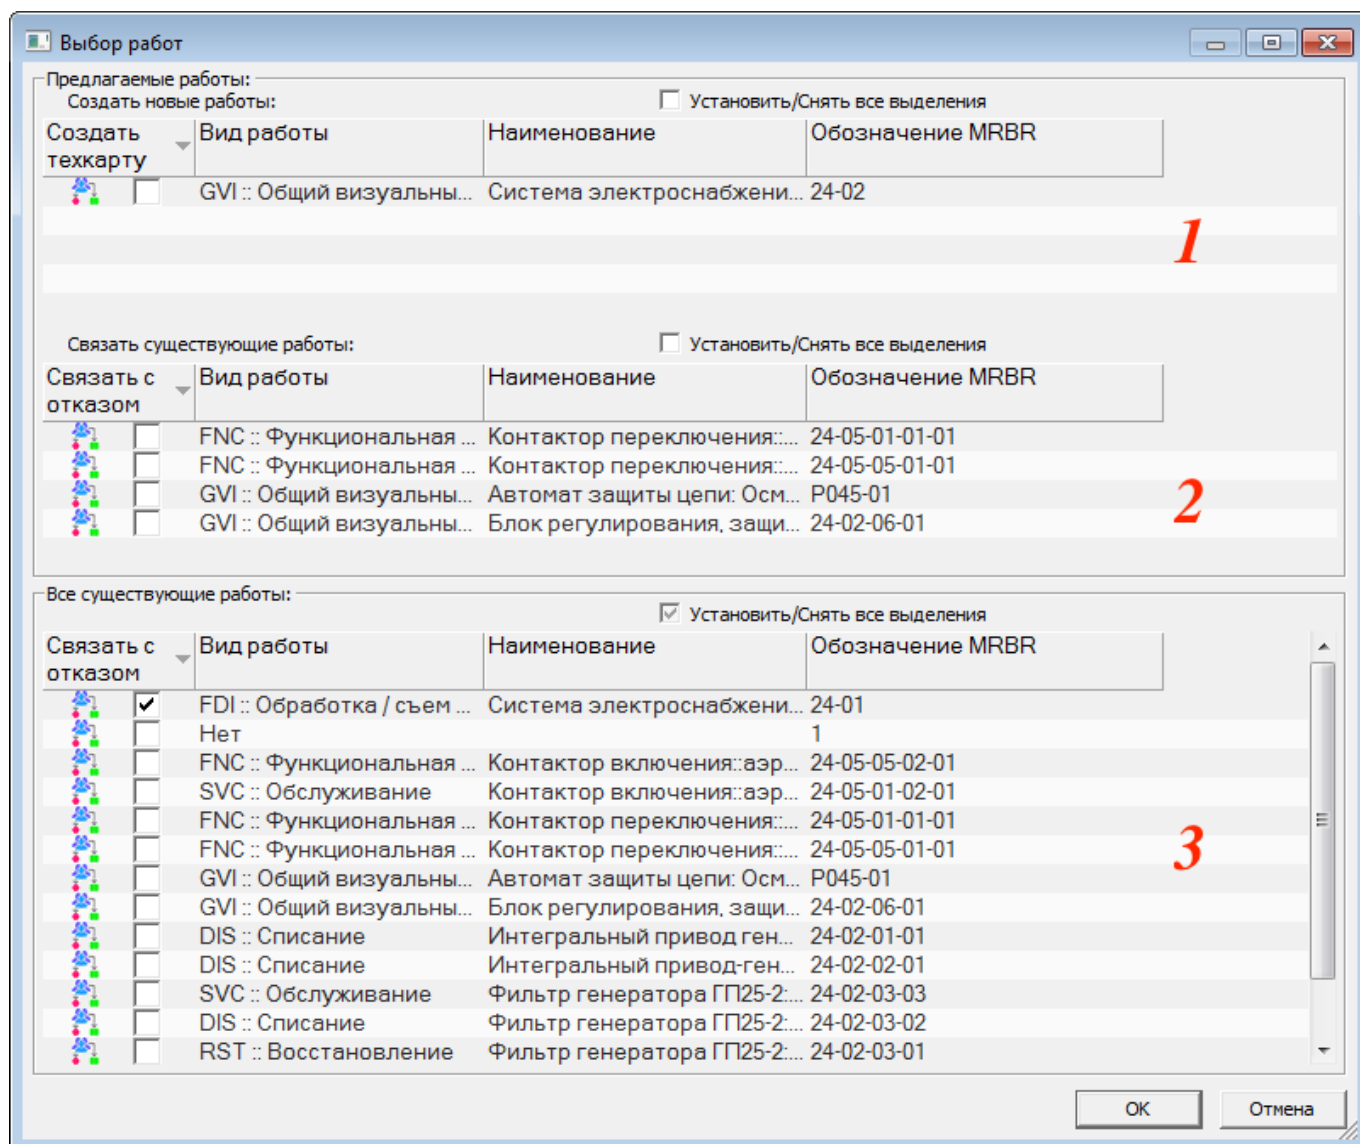

Рис. 11-89 – Диалоговое окно «Выбор работ»
7) В результате откроется диалоговое окно «Выбор работ» (рис. 11-89):
- в верхней части окна (1 на рис. 11-89) перечислены работы, которые предлагается создать автоматически в соответствии с полученными рекомендациями;
- в средней части окна (2) перечислены существующие в БД работы, которые рекомендуется выполнить по результатам анализа;
- в нижней части окна (3) приведены все работы, имеющиеся в БД – как работы, созданные при АООН, так и работы, созданные в рабочем окне «Технологические карты».
10) Для установления связи ФО с работой, которая уже имеется в БД, необходимо выбрать эту работу в группе рекомендованных работ (2 на рис. 11-89) или в списке всех существующих работ (3 на рис. 11-89) и установить для нее флаг «Связать с отказом». После этого закрыть диалоговое окно «Выбор работ», нажав кнопку «ОК».